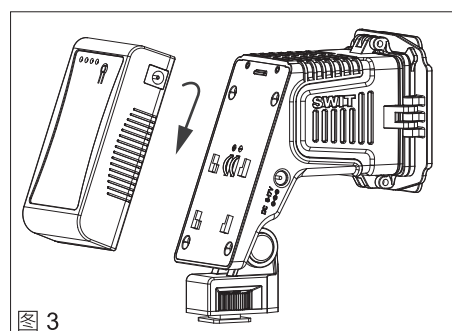

图 3
- ① 保持【电源开关】关闭（拨到“0”为关），然后将S-8040专用电池对准新闻灯的扣板槽贴紧，按图3所示方向将电池装入新闻灯扣板槽中。